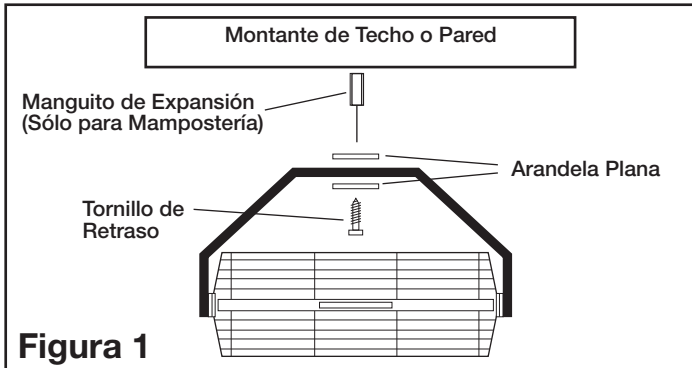

Figura 1
1. **ESTRUCTURAS DE MADERA:** Localice el montante de pared o techo más cercano a la ubicación deseada para el Ventilador. Una el Ventilador al montante, usando uno Tornillo de Retraso de 5/16" de diámetro x 2" de longitud (No Proporcionados) (Figura 1).
3. **ESTRUCTURAS DE MAMPOSTERÍA:** Fijar el Ventilador con un Tornillo Tipo Tirafondo de 3/8", con Magueto de Expansión de longitud adecuada (No Suministrado) (Figura 1).